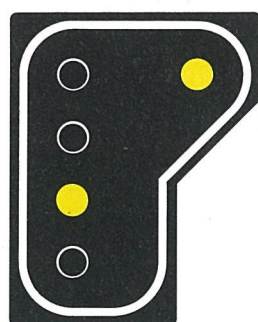

Fig. 2
- **double jaune** : le signal est ouvert, mais le suivant est fermé (fig. 2);
Le crocodile est un appareil métallique, allongé, placé dans l'axe de la voie, à proximité de la plupart des signaux. Au passage du train, le balai de la locomotive frotte sur le crocodile. Selon l'aspect du signal, le crocodile est, par rapport au rail, sous tension positive, négative ou hors tension. Deux jaunes (fig. 2) ou un vert et un jaune (fig. 8 + 10) : tension **positive**. Un dispositif provoque un chuintement dans le poste de conduite (anciennement, sonnerie ou sifflement) qui, faute d'être arrêté par le conducteur, déclenche le frein de secours au bout de 4 ou 6 secondes. Normalement, le conducteur ramène immédiatement le mécanisme d'alarme à la position de départ et freine lui-même.